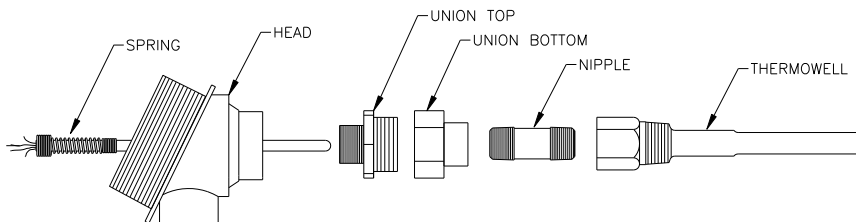

Fig. 6: Montagem da sonda do RTD
1. Instale a cápsula termométrica na linha do medidor e aperte (Fig. 6). Instale o bico de aço inoxidável de 1/2" na cápsula termométrica e aperte. Separe a união e instale a extremidade fêmea da união junto com sua porca no bico. Depois de concluído, aperte. Com a cabeça do RTD ainda solta, aparafuse a extremidade macho da união na parte inferior da cabeça e aperte.